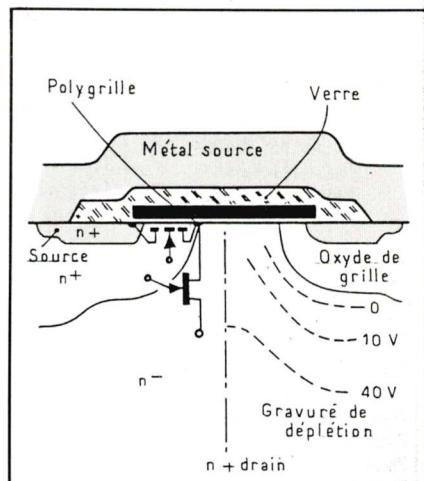

Fig. 9 : Vue en coupe d'un transistor MOSFET.
Le puits de diffusion p dans le cas d'un transistor à canal n (figure 9) sert de drain au JFET.
La figure 9 donne une vue en coupe dans un transistor MOSFET avec, superposés, les symboles des transistors MOSFET et JFET. Considérant le transistor horizontal, MOS, le transistor JFET vertical et ajoutant les capacités entre les nœuds, on obtient le circuit de la figure 10a.
**Phase 3 : MOS actif, JFET saturé (figure 15).** Quand le transistor JFET se satire le générateur de courant  $gmjV_x$  devient un court-circuit. La différence de potentiel dans l'oxyde de grille crée une couche d'accumulation de surface (au voisinage du centre de la figure 9), la zone sans porteurs disparaît et la valeur du condensateur  $C_x$  augmente fortement.